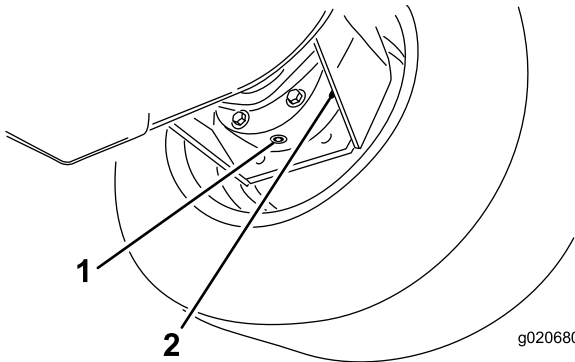

Figure 68
- Placez un bac de vidange sous le carter de frein et enlevez le bouchon pour permettre à l'huile de s'écouler (Figure 68).